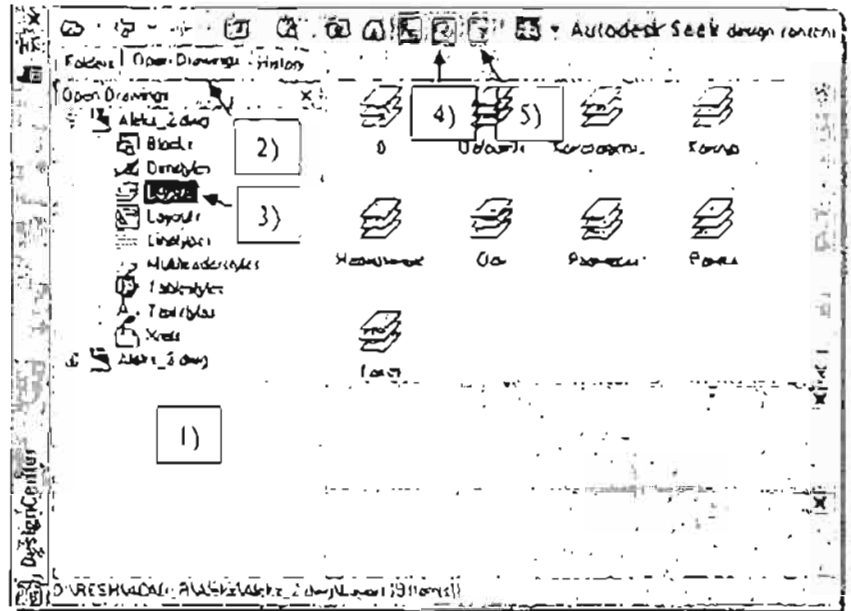

Рис. 1.49 Палитра Design Center (Центр управления)
Палитра Design Center (Центр управления) (рис. 1.49), предназначена для организации повторного использования в текущем чертеже данных из других чертежей. Повторное использование данных позволяет не только сэкономить время на проектирование, но и обеспечить единообразие оформления чертежей. Палитра Design Center позволяет просматривать содержимое других чертежей с целью последующего перетаскивания нужного содержимого в текущий чертеж. Можно перетаскивать как целые файлы чертежей, так и отдельные данные следующих типов: слои, размерные стили, типы линий, текстовые стили, блоки, листы, стили таблиц, или внешние ссылки.
Как видно на рис. рис. 1.49, палитра Design Center разделена на две части: в левой части находится
На рис. рис. 1.49 показано палитра Design Center с областью структуры (1) для вкладки Open Drawings (Открытые чертежи) (2). В области структуры выбрана категория Layer (Слой) (3). Содержимое этой категории отображается на правой верхней панели области содержимого. Помимо этого, можно включить режимы отображения Образцы (4) и Описание (5), чтобы на средней и нижней панелях области содержимого видеть дополнительную информацию о выбранном содержимом.